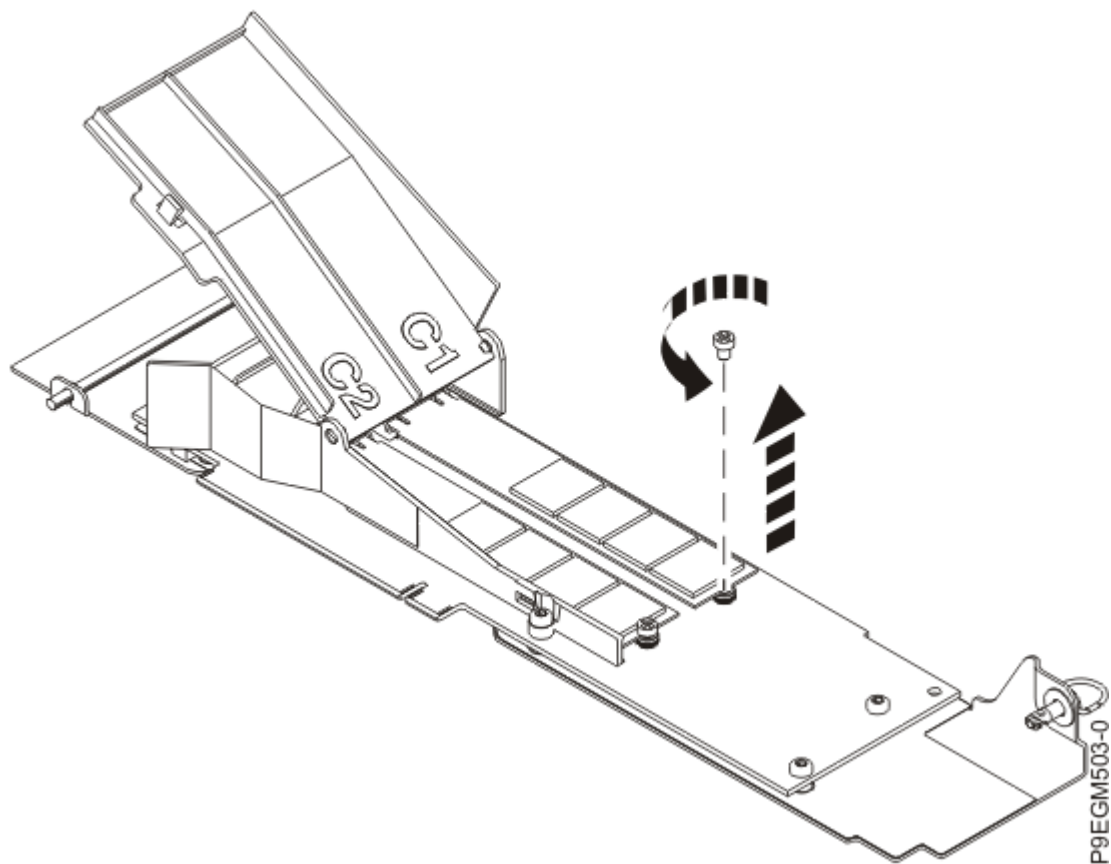

Figura 28. Desatornillado del módulo flash de la tarjeta portadora NVMe M.2
- b) Utilizando un destornillador de estrella, desenrosque el tornillo de NVMe M.2. Consulte la Figura 28 en la página 34.